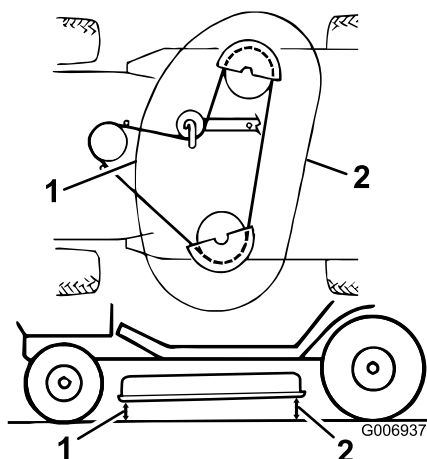

Figure 50
- Contrôler l'inclinaison avant/arrière en mesurant la hauteur du bas du plateau de coupe (au centre, à l'avant et à l'arrière) par rapport au sol plat (Figure 50). Si l'avant n'est pas de 3 à 10 mm plus bas que l'arrière, un réglage est nécessaire.